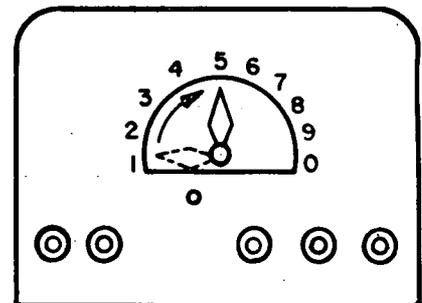

Fig. 6
- a Ajuste a velocidade de alimentação do arame no número intermédio diário (fig. 6).